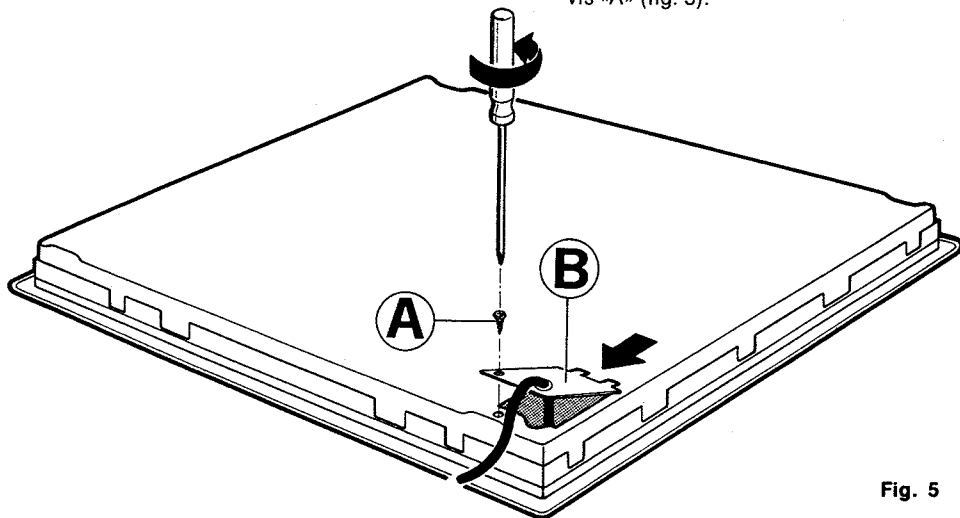

Fig. 5
1. Unscrew screw «A» (fig. 5).
8. Insert the hatch and tighten screw «A» (fig. 5).
1. Dévisser la vis «A» (fig. 5).
8. Remettre le portillon en place et visser la vis «A» (fig. 5).
1. Schraube «A» (Abb. 5) herausdrehen.
8. Abdeckplatte einlegen und Schraube «A» (Abb. 5) anziehen.
1. Svitare la vite «A» (fig. 5).
8. Inserire il portello ed avvitare la vite «A» (fig. 5).